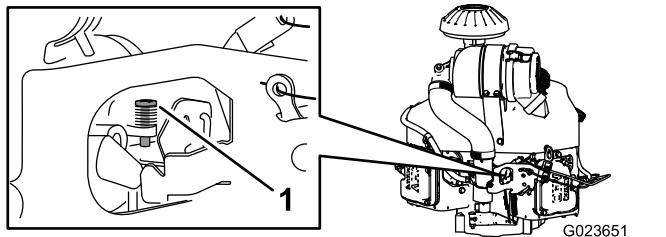

图67
4. 调节化油器上的限位螺丝(图67)、使怠速速度达到 1350~1550rpm。